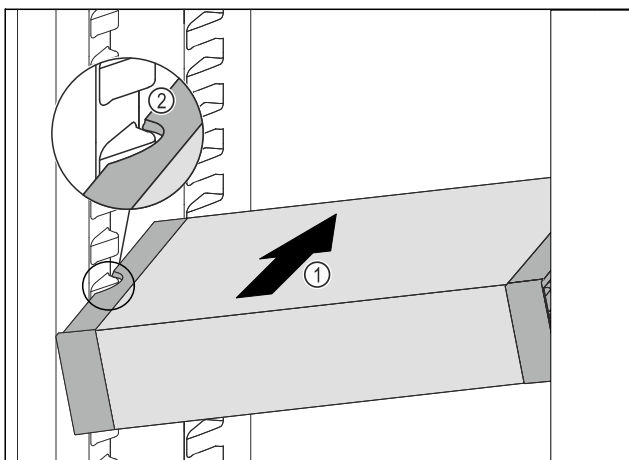

Fig. 101
- Skyv VarioSafe skrått inn i kjøleskapsdelen Fig. 101 (1), til utsparingene på sidene av Fig. 101 (2) VarioSafeser på nivå med rillene i kjøleskapet.